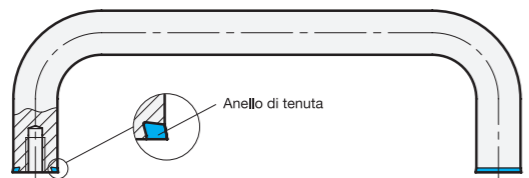

fig. 1
- È pertanto necessario fare attenzione alla corretta posizione di montaggio (fig. 1).